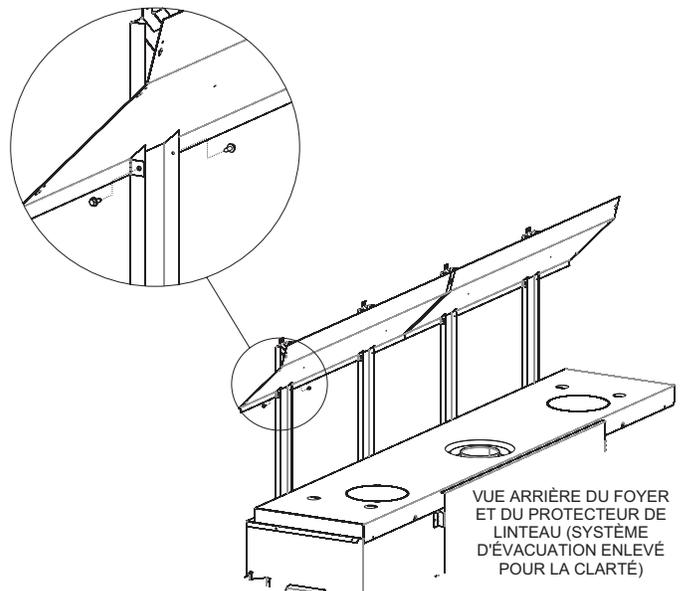

Figure 27
Installer la **deuxième** entretoise supérieure et le protecteur de linteau sur le dessus du foyer et le linteau de l'ossature. **Voir Figure 27.** Ensuite, connecter les extrémités chevauchantes des deux protecteurs de linteau et les fixer à l'aide de (3) vis à tête hexagonale n° 10 x 1/2 po (13 mm).